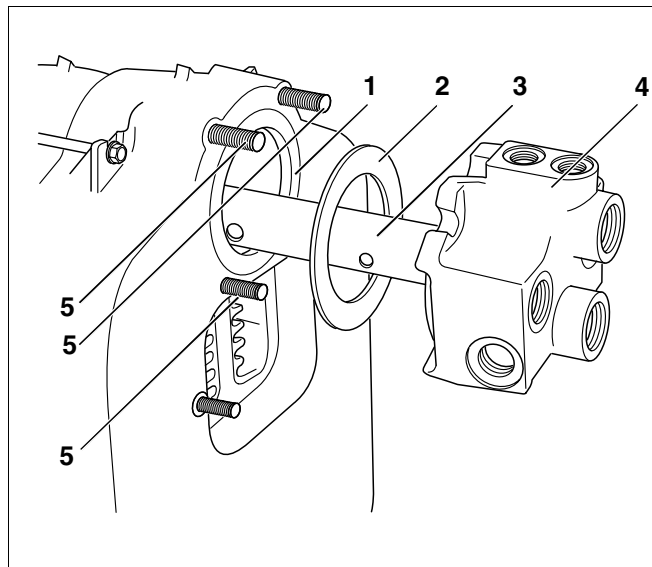
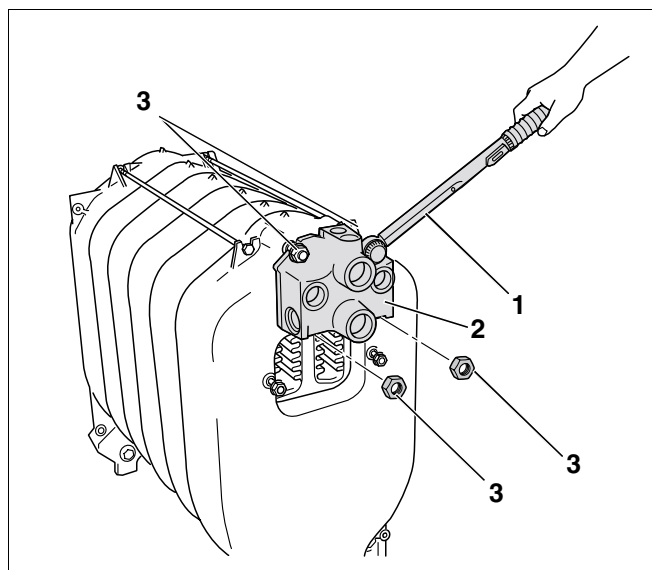

Fig. 26 Montarea conductei de alimentare și a elementului de racord
Fig. 27 Montarea elementului de racord
- Se îndepărtează piulițele (Fig. 26, **Poz. 5**) de prezoane.
- Conducta de alimentare (Fig. 26, **Poz. 3**), cu elementul de racord (Fig. 26, **Poz. 4**) și inelul de etanșare (Fig. 26, **Poz. 2**) se introduc în partea posterioară a cazanului, (Fig. 26, **Poz. 1**) la butucul superior.
Dacă în spatele cazanului de încălzire nu se găsește suficient spațiu liber, trebuie ca montajul elementului de racord și (Fig. 26, **Poz. 4**) al conductei de alimentare (Fig. 26, **Poz. 3**) să se realizeze în partea frontală a cazanului (nu se va uita etanșarea (Fig. 26, **Poz. 2**) pentru butucul cazanului).
- Elementul de racord se fixează (Fig. 27, **Poz. 2**) cu prezoane (Fig. 26, **Poz. 5**).
- Elementul de racord (Fig. 27, **Poz. 2**) se strânge cu patru piulițe (Fig. 27, **Poz. 3**).
- Strângeți piulițele (Fig. 27, **Poz. 3**) cu o cheie cu clichet (Fig. 27, **Poz. 1**) în mod uniform, în cruce.
- Piulițele (Fig. 27, **Poz. 3**) elementului de racord se strâng cu o cheie cu clichet (Fig. 27, **Poz. 1**) (momentul de strângere: maxim 60 Nm).